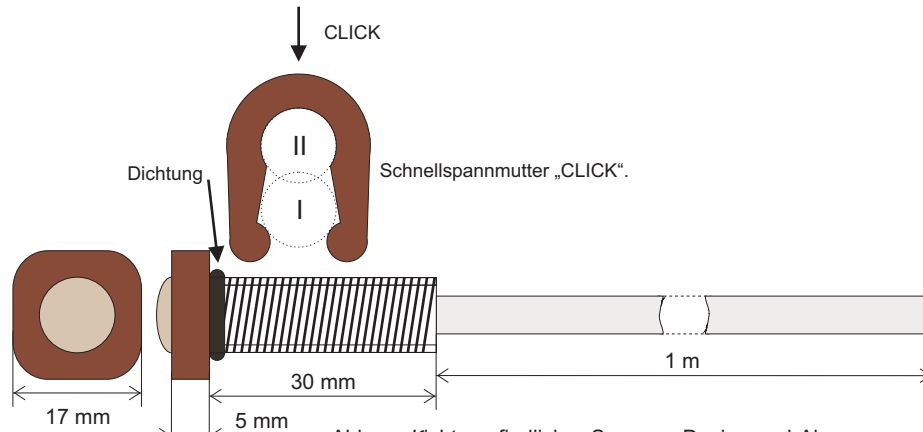

Abb. 1: Lichtempfindlicher Sensor Design und Abmessungen.
2. Montieren Sie den SENSOR mit der speziellen "KLIK"-Mutter. Die Mutter ist so konstruiert, dass sie eine schnelle Montage ermöglicht. Sie hat zwei Zonen, I und II (Abb. 1). Im Schaltkasten muss ein Loch mit einem Durchmesser von 10 mm gebohrt werden, an einer durch Sonnenlicht beleuchteten Stelle. Die Wandstärke für den Einbau darf 25 mm nicht überschreiten. Drücken Sie nach dem Einbau des SENSORS in das Loch die Mutter des SENSORS in Zone I und nachdem Sie ihn entlang des SENSORS zur Wand des Verteilerkastens bewegt haben, schieben Sie die Mutter in Zone II. In Zone II hat die „KLIK“-Mutter ein Gewinde, damit sie auf den SENSOR an die Wand des Verteilerkastens geschraubt werden kann